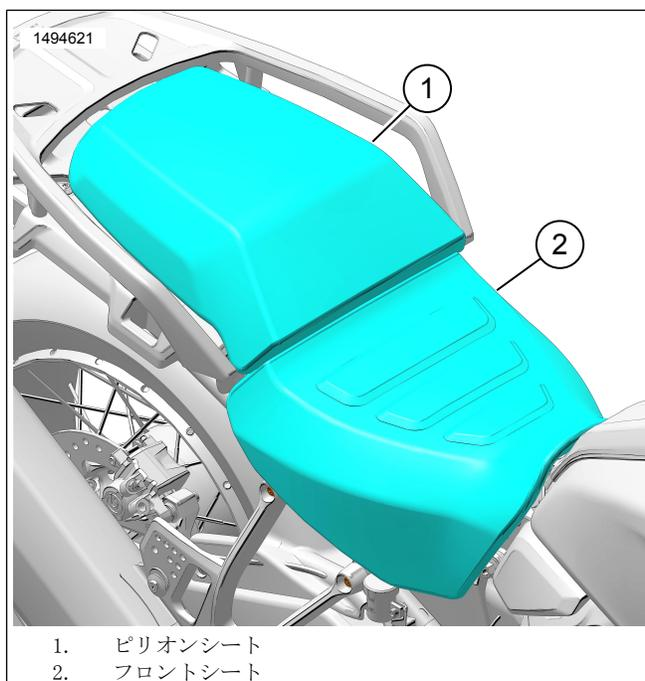

図2。シート
1. 図2を参照してください。シートピリオン(1)とシート(2)を取り外します。サービスマニュアルを参照してください。
1. 図2を参照してください。シート(2)とシートピリオン(1)を取り付けます。シートを取り付けたら、シートを上引っ張って、固定されているか確認します。サービスマニュアルを参照してください。